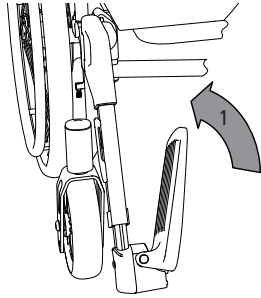

Abb. 7
1. Zur Montage des Fußbretts klappen Sie eine Fußplatte nach oben (1, Abb. 7).